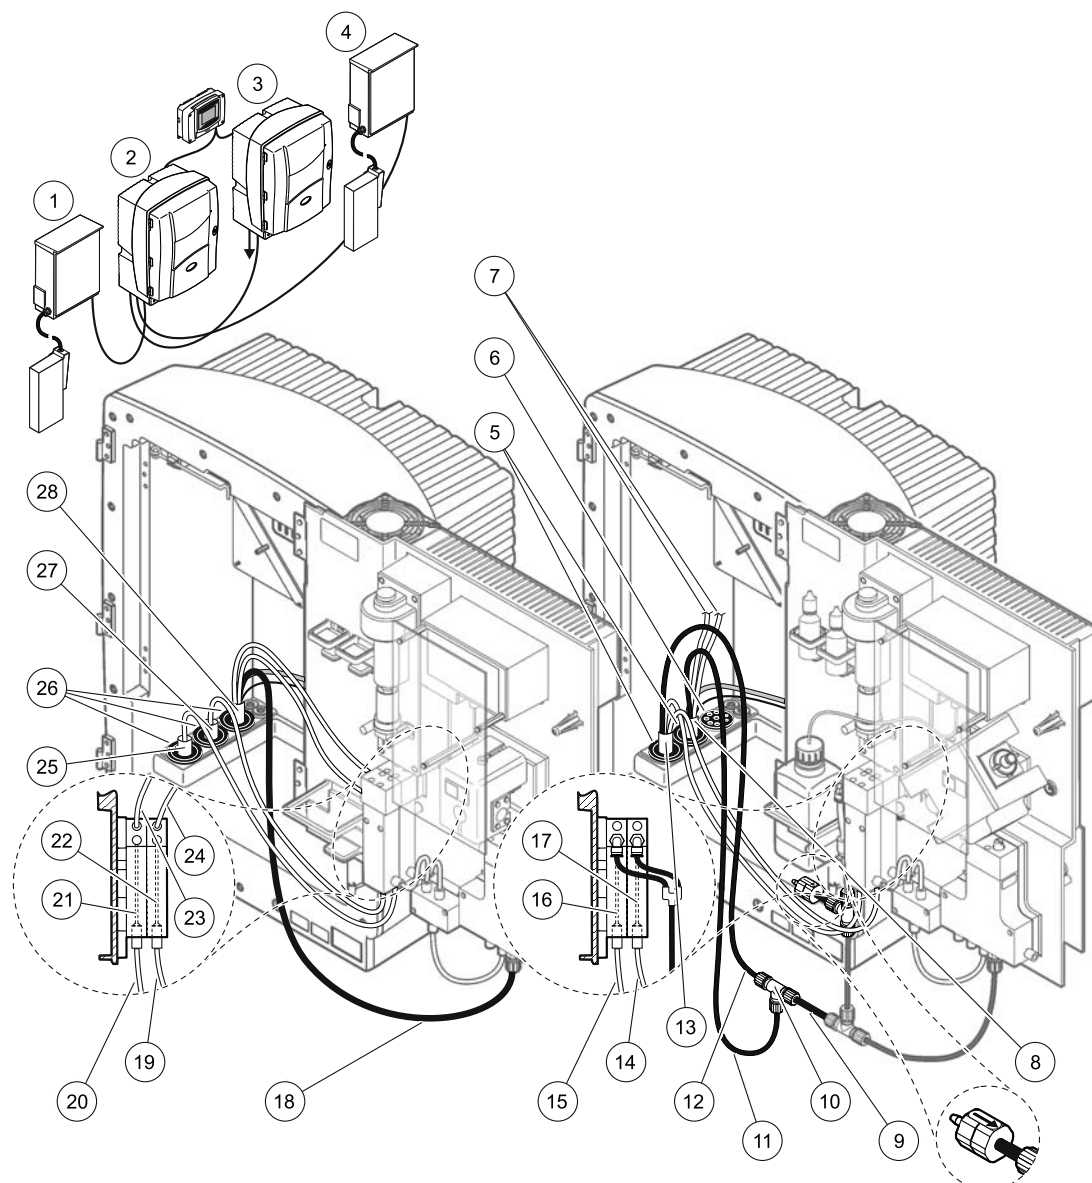

Рисунок 32 Монтаж версии 6
Для версии 6 смотрите Рисунок 32 и следующие инструкции:
- a. Проведите шланг с подогревом от FILTRAX 1 через анализатор (Рисунок 32, позиция 25). Для фиксации используйте уплотняющую заглушку #1.